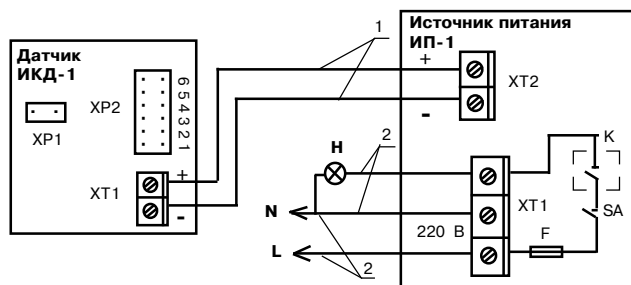
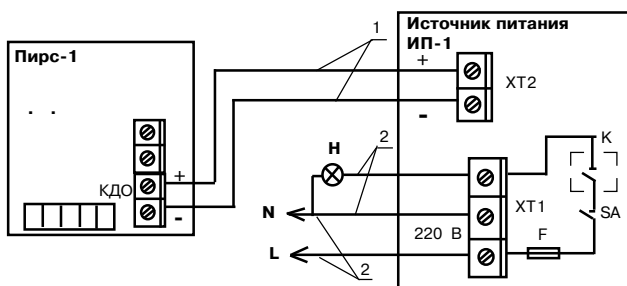

Рис.3
Рис.4
7. Выполнить электрические подключения источника питания в соответствии с одной из схем рис.3 и рис.4.